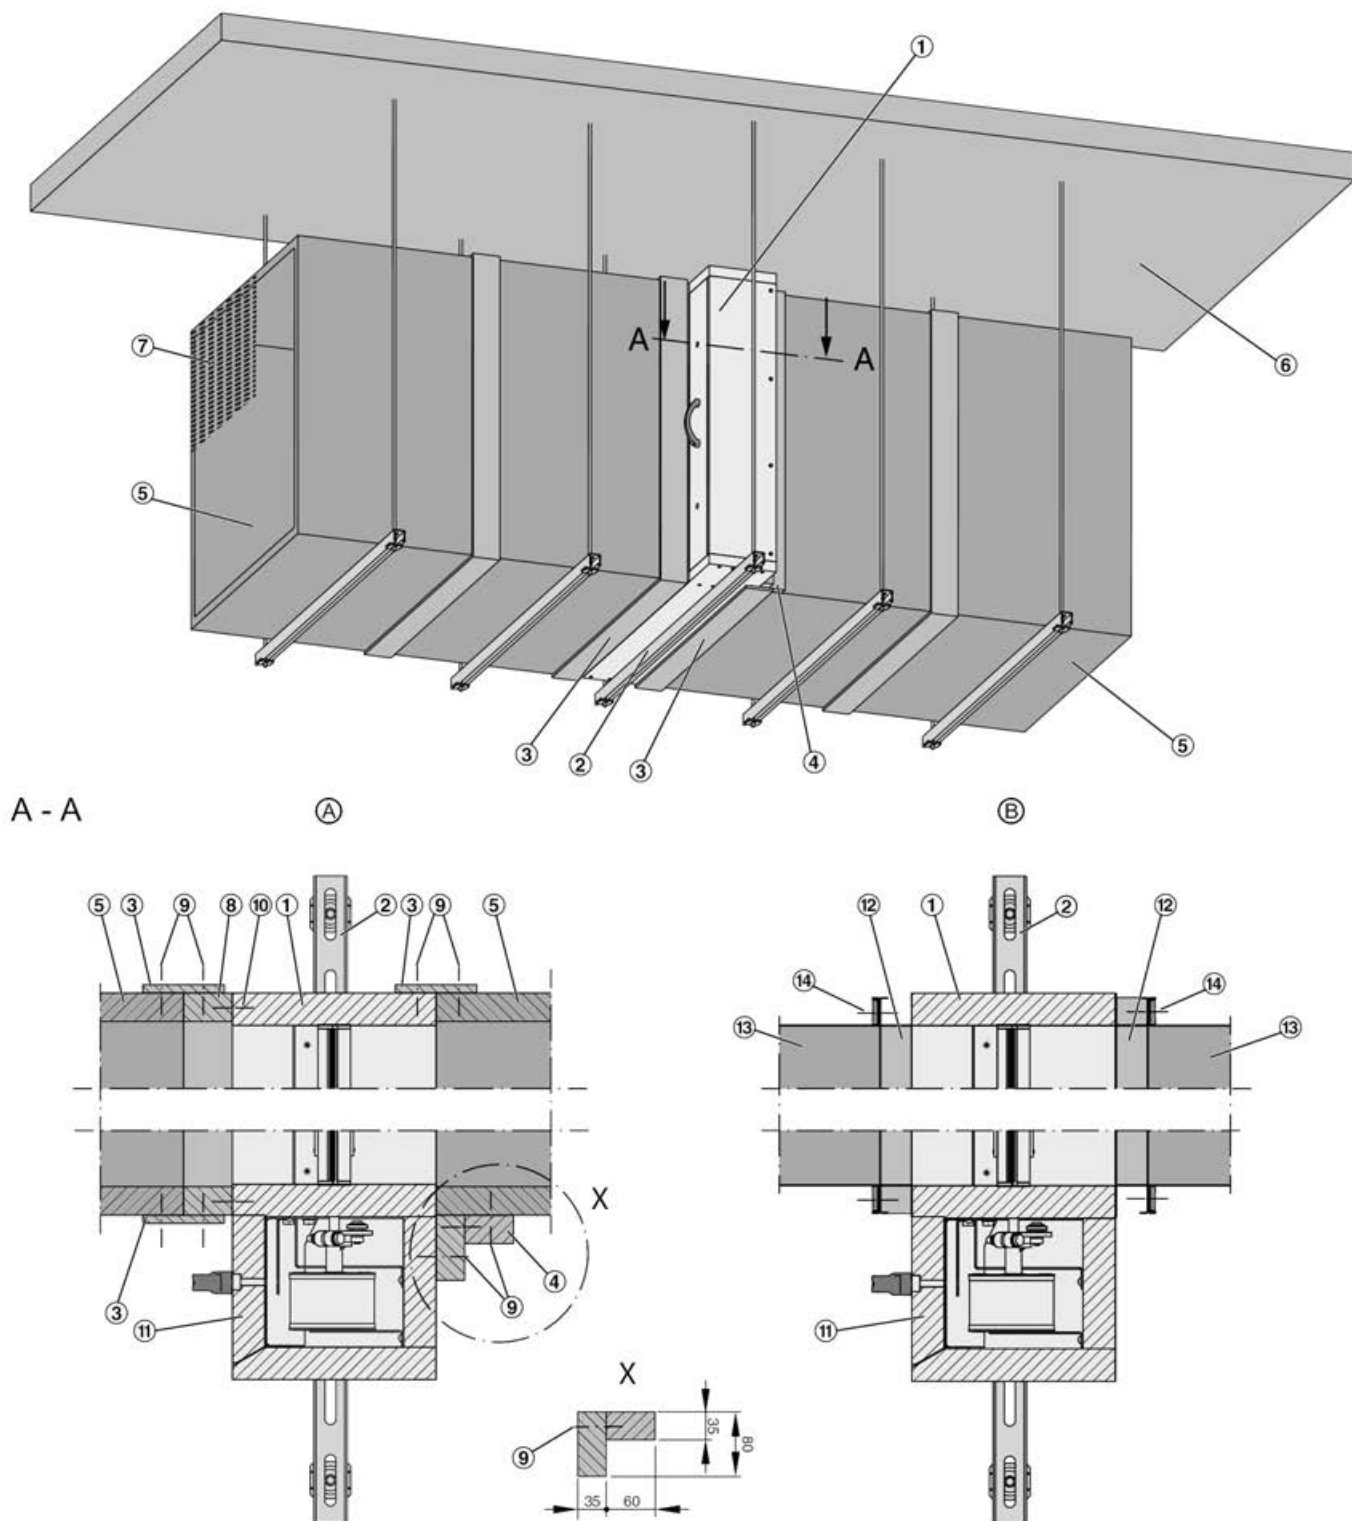

Fig. 32: Instalación en un conducto horizontal de extracción de humo
- El actuador encapsulado deberá quedar accesible para labores de mantenimiento tras su instalación (tapa, Fig. 32 /11).
- ▶ Cree la conexión del marco de instalación ( Fig. 32 /8) de la longitud necesaria desde el panel ignífugo PROMATECT®-LS, d = 35 mm x 60 mm, o similar (en obra). Emplee tornillos para pared ( Fig. 32 /10) para conectarlo al lado de funcionamiento de la compuerta para extracción de humo. Apriete los tornillos ( $\varnothing 6 \times 100 \text{ mm}$ , Fig. 32 /10) en el perímetro (pretaladre los agujeros  $\varnothing 4 \text{ mm}$ ), disponga los tornillos a una distancia de  $\leq 250 \text{ mm}$ , distancia desde el extremo a 80 mm (tramo H) o 60 mm (tramo B), respectivamente. ¡Avellane las cabezas de los tornillos!
- ▶ Fijar el tramo en esquina ( Fig. 32 /4) entre el actuador encapsulado y el conducto para extracción de humo.
- ▶ Conecte el conducto para extracción de humo a la compuerta con la correa para conexión ( Fig. 32 /3) ↗ 6 «*Conducto para extracción de humo y rejilla de protección*» en la página 67 .
- ▶ Suspender la compuerta ( Fig. 32 /1) con los marcos para conexión a ambos lados (opcionalmente; Fig. 32 /12) ↗ 5.9 «*Instalación suspendida de la compuerta para extracción de humo*» en la página 66 .
- ▶ Dirija el conducto para extracción de humo ( Fig. 32 /13) hasta la compuerta, por ambos lados y déjela suspendida.
- ▶ Fije con tornillos ( Fig. 32 /14) el conducto para extracción de humo a los marcos de montaje.